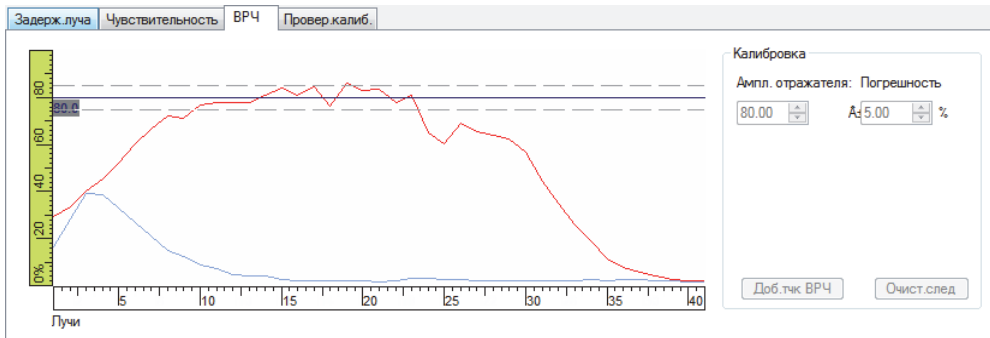

Рис. 4-33 Построение кривой ВРЧ после первого сканирования
- Во время сканирования, FocusPC очерчивает огибающую амплитуды (синяя линия), полученную для каждого луча, и строит кривую (красная линия) максимальной амплитуды огибающей (Рис. 4-33 на стр. 136).